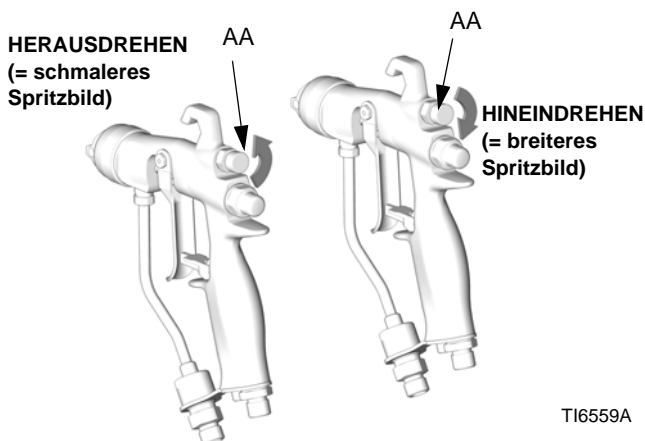

ABB. 5. Musterknauf
1. Siehe ABB. 5. Die Steuerluft zur Mustereinstellung durch vollständiges Drehen des Knaufs (AA) im Uhrzeigersinn abriegeln. Dadurch stellen Sie die größte Spritzbildbreite ein.
3. Siehe ABB. 5. Für ein engeres Muster den Regler gegen den Uhrzeigersinn zur Mustereinstellung (AA) drehen. Ist das Spritzbild immer noch nicht schmal genug, dann erhöhen Sie ein wenig den Spritzpistolenluftdruck oder setzen Sie eine andere Spritzdüsendgröße ein.